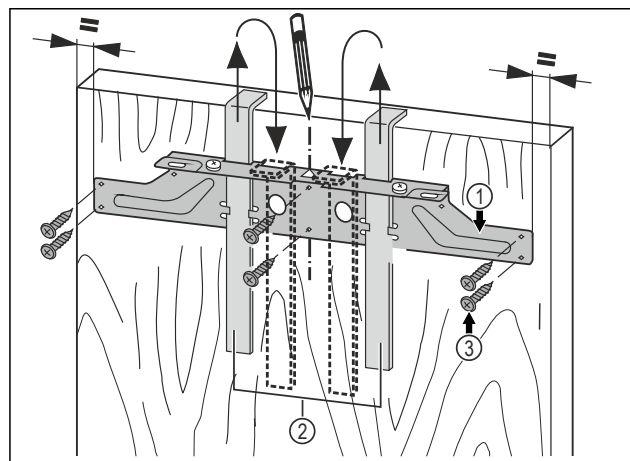

Fig. 38
- Upevňovací příčník Fig. 38 (1) zavěste pomocí montážních pomůcek Fig. 38 (2) na vnitřní stranu nábytkových dvířek.
- Upevňovací příčník Fig. 38 (1) vyrovnejte středově vůči dvířkům.
- Upevňovací příčník Fig. 38 (1) přišroubujte minimálně 6 šrouby Fig. 38 (3).
- Upevňovací příčník Fig. 38 (1) přišroubujte 4 šrouby Fig. 38 (3) na okraji.
- Montážní pomůcky Fig. 38 (2) vytáhněte směrem nahoru a zasuňte je obráceně do sousedních upínacích otvorů.